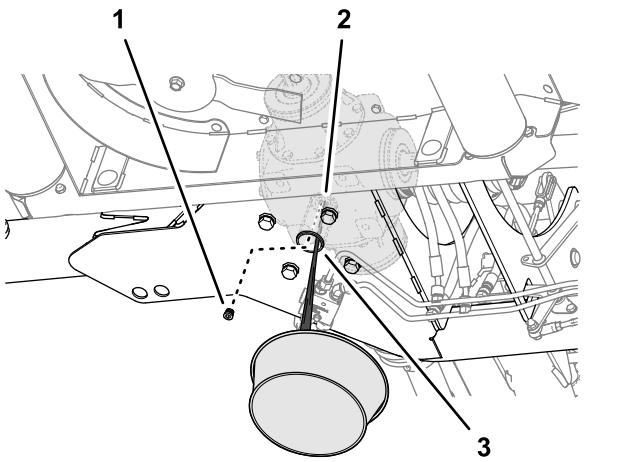

Figura 60
1. Coloque un recipiente de drenaje alineado debajo del orificio de acceso en la placa del bastidor inferior (Figura 60).
2. Retire el tapón de vaciado de la toma del orificio de drenaje de la caja de engranajes central y deje que se vacíe el lubricante por completo (Figura 60).